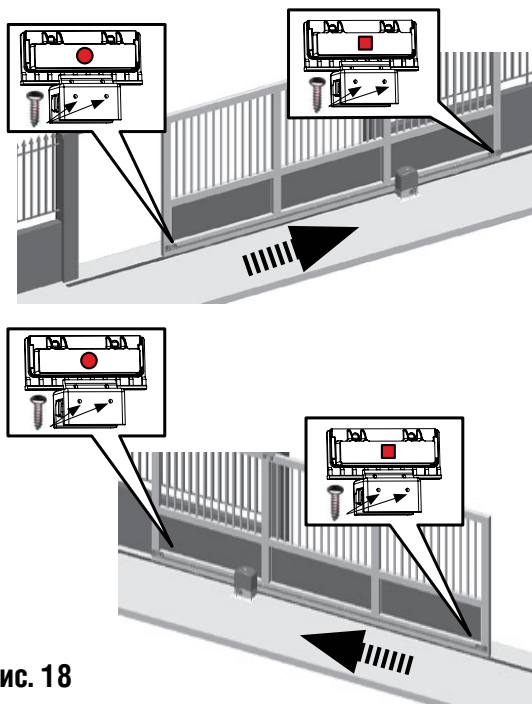

Рис. 18
Внимание: Для правильного функционирования блока магнит с кольцом должен находиться слева от двигателя и магнит с квадратом наоборот справа (см. рис. 18)
- 1) Собрать два магнита, как показано на рис. 18.